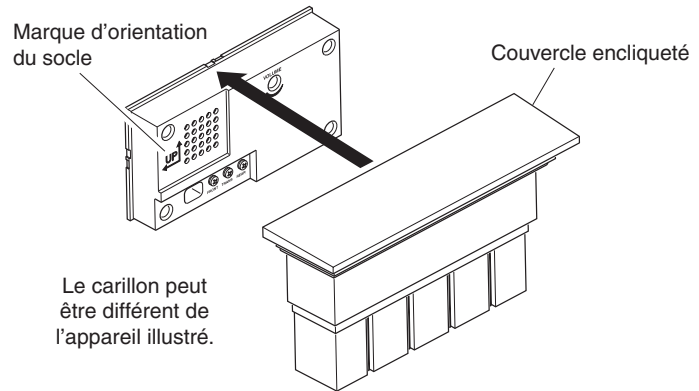

Figure 4 - Installation d'un couvercle encliqueté
- **Couvercle encliqueté** : Appuyez sur le couvercle jusqu'à ce qu'il s'encliquette en place (voir la Figure 4). Agrippez solidement le couvercle, puis retirez-le du socle.